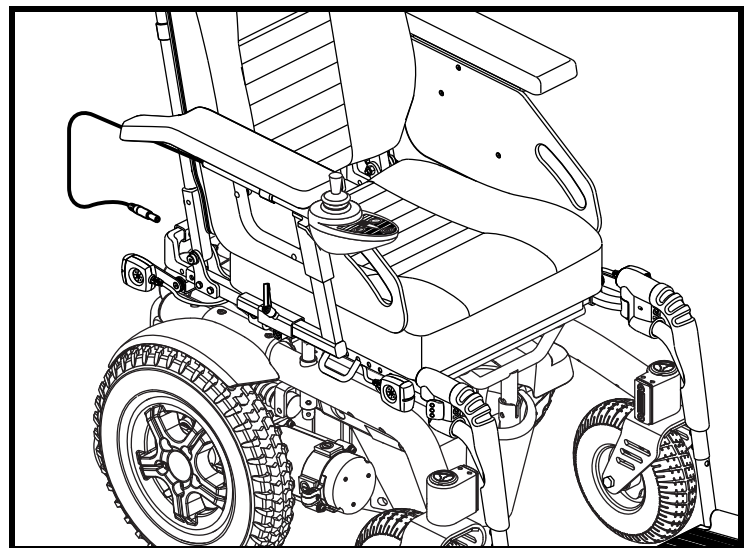

Figure 14. Comment passer le câble du contrôleur
6. Passez le câble du contrôleur vers l'arrière de la base en vous assurant qu'il ne puisse se coincer dans la charnière du siège. **Voir la figure 14.**